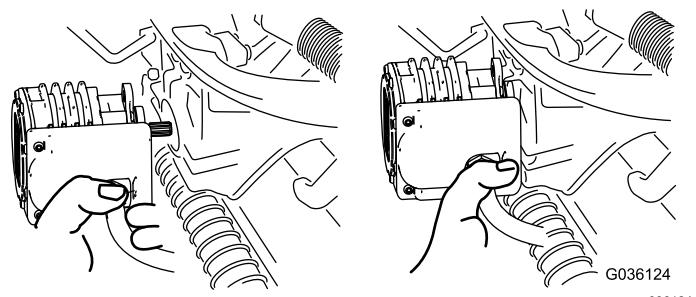

Figura 62
4. Mova o motor para o local de armazenamento na parte da frente do braço de suspensão (Figura 62).